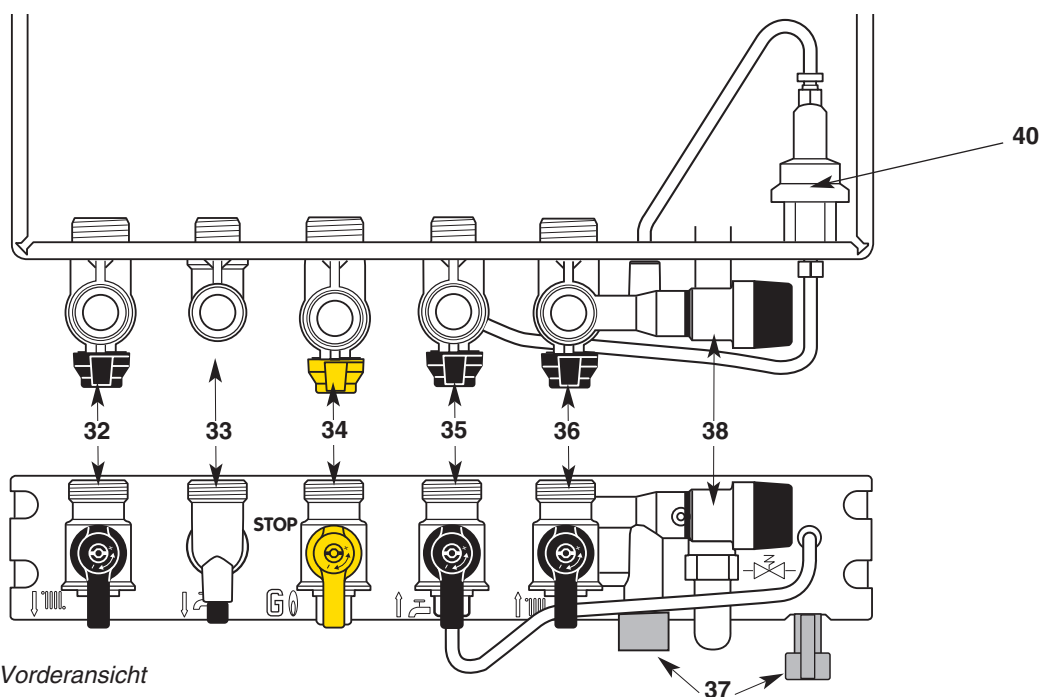

Abb. 23 - Aufsicht und Vorderansicht
Armaturenhalterung (Abb. 23)
- Drehen Sie den Gashahn **34** (Abb. 23), auf STOP um die Gaszuführung zu unterbrechen.
Heizung (Abb. 23).